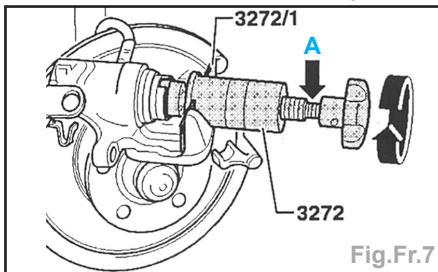

Fig.Fr.7
- Visser le piston en tournant vers la droite la molette de l'outil spécial 3272 (Fig.Fr.7).